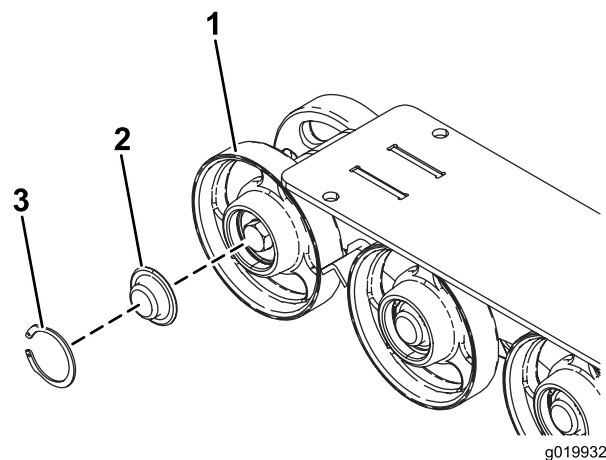

Figura 51
3. Retire o anel de retenção e a tampa da roda de estrada (Figura 51).
4. Verifique a lubrificação debaixo da tampa e em torno da junta (Figura 51). Se estiver suja, com grão ou retirada, limpe todo o lubrificante, substitua a junta e adicione novo lubrificante.
6. Coloque a tampa da roda de estrada lubrificada por cima do perno com cabeça (Figura 51).
7. Fixe a tampa da roda de estrada com o anel de retenção (Figura 51).